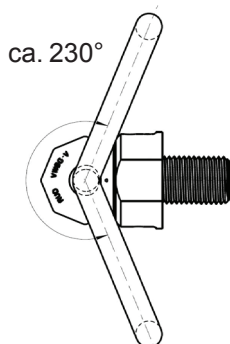

Abb. 1: Schwenkbereich
- Die Ringlasche von manuell ausgerichteten VWBG-V kann um ca. 230° geschwenkt werden (Abb. 1).